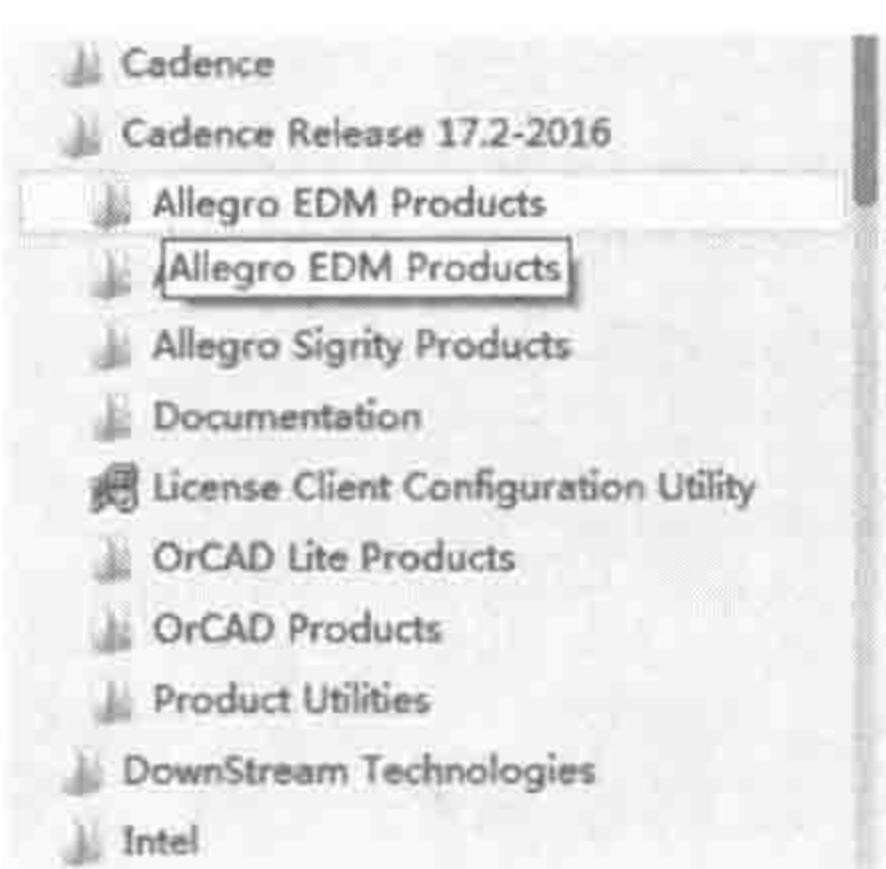

图 1-4-1 “开始”菜单
**2) 新的开始菜单** 在 Windows 的“开始”菜单里，将不同类别的 Cadence 产品进行了调整，整个软件系统分为 Allegro EDM Products、Allegro Products、Allegro Sigrity Products、Documentation、OrCAD Lite Products、OrCAD Products 和 Product Utilities 七部分，以便于用户能更加方便地找到相应的选项进行操作，如图 1-4-1 所示。